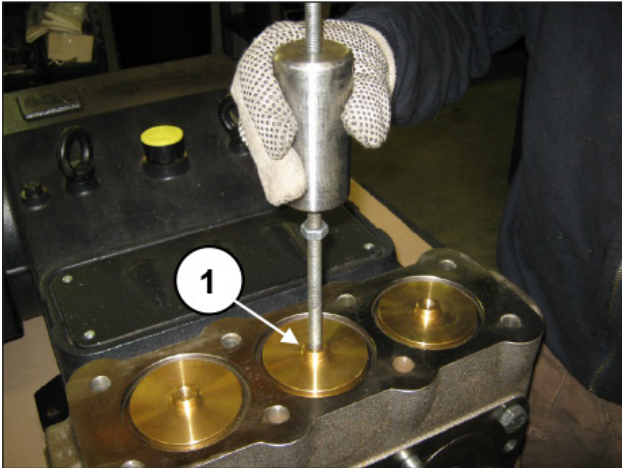

Fig. 90
B) Extraer los tapones de la válvula utilizando un extractor de percusión M10 (pos. ①, Fig. 90).